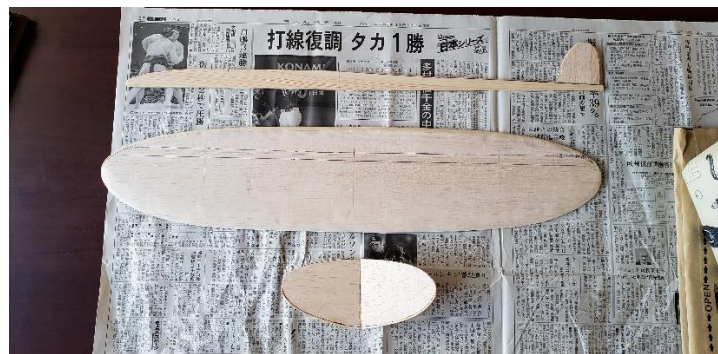

図4 主翼・水平尾翼・垂直尾翼
- 7 水平尾翼に上反角をつけた。（全体の途中経過写真は図4）